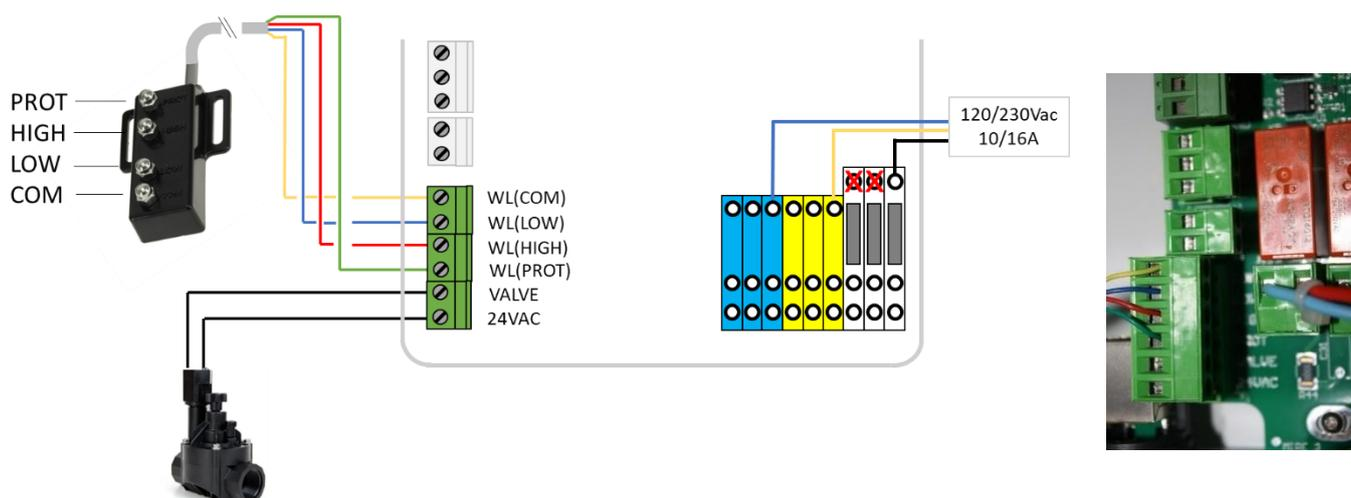

Figure 57 - Raccordement du capteur de niveau d'eau
- Raccordez l'extrémité du câble 2 conducteurs au connecteur J20 repéré WL (VALVE) selon Figure 57 - Raccordement du capteur de niveau d'eau. La polarité n'a pas d'importance.